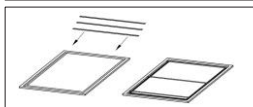

Fig.11.2
- o Pasang kembali penyangir minyak. (Fig.11.2)